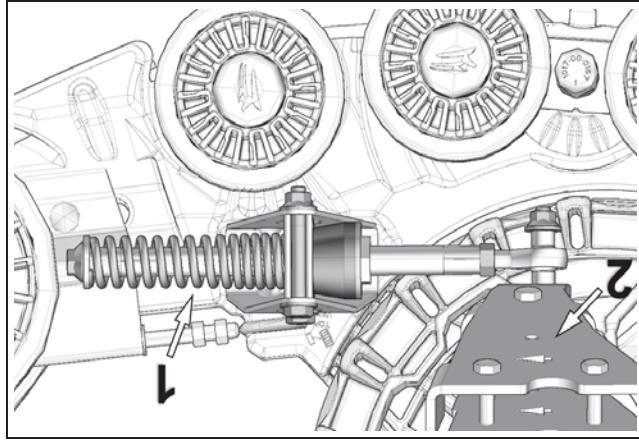

Figure 3
- Le bras stabilisateur (1) doit être fixé à l'ancrage avant (2) du véhicule. Voir la Figure 3.